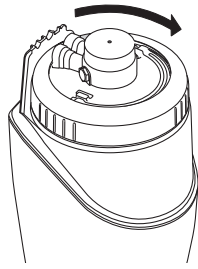

Fig. 43
12. **Enrosque** el anillo de retención hasta que llegue a un TOPE. No debe haber roscas visibles debajo del anillo de retención. Si hay roscas expuestas, el soporte no ha llegado hasta el fondo (Fig. 43).